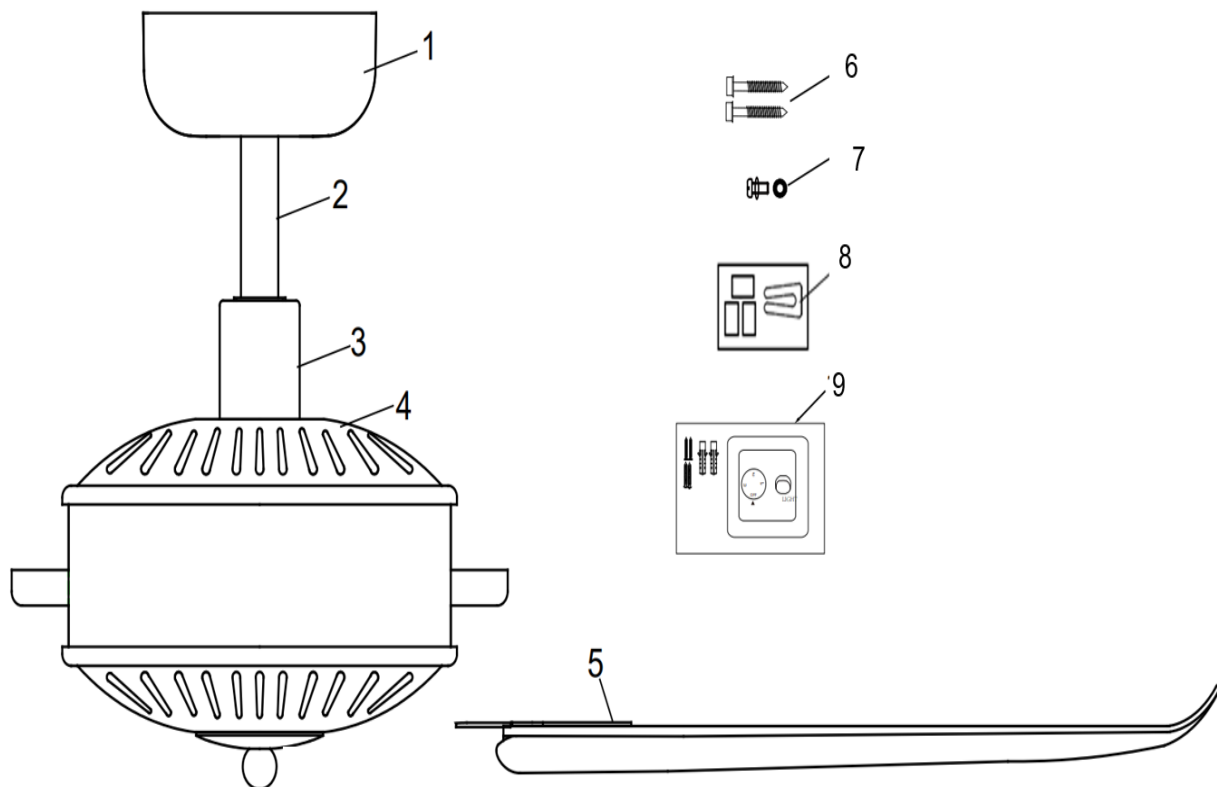

Fig. 1
- Examinez le ventilateur et identifiez soigneusement les pièces. Veuillez vous référer à la Fig. 1.